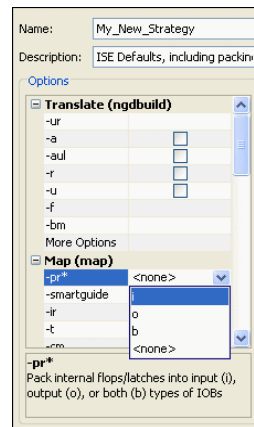

図 3-37 : コマンド オプションと説明
7. 右側のコマンド オプション エリアをクリックし、ドロップダウン メニューから値を選択するか、値を入力します。図 3-37 に示すように、使用可能なコマンド オプションの値がドロップダウン メニューに表示されます。